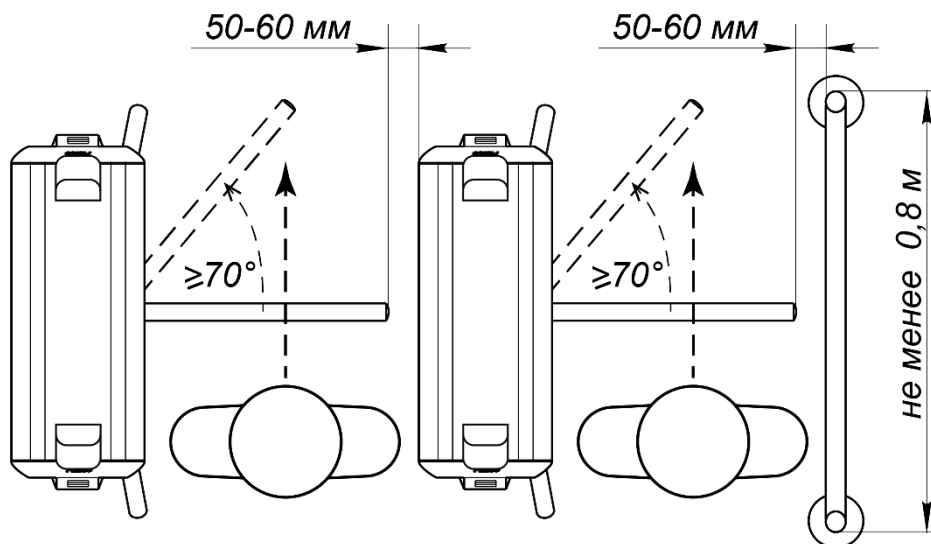

Рисунок 12. Рекомендации по организации зоны прохода
4. Выполните на установочной поверхности в соответствии с рис. 12 разметку отверстий для монтажа стойки.